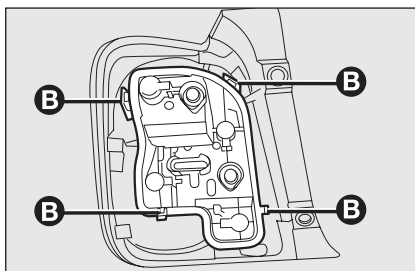

fig. 27
- estrarre il portalampane dalla propria sede svincolandolo dalle alette di bloccaggio **B**-fig. 27;